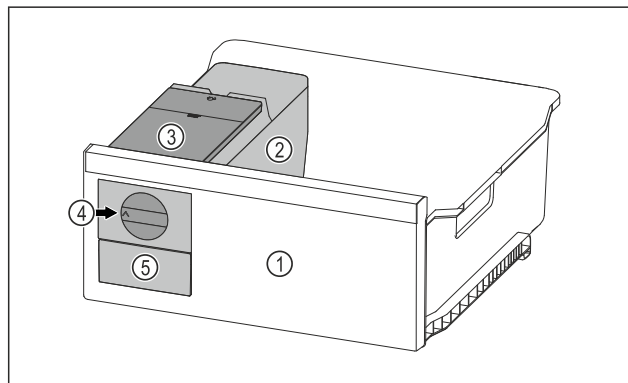

Fig. 124 Ілюстративне зображення
- Поворотну ручку Fig. 124 (4) повернути за годинниковою стрілкою до упору.
- Кубики льоду випадають із ванночки для кубиків льоду у висувний ящик для кубиків льоду Fig. 124 (5). Якщо не всі кубики льоду виймаються з ванночки для кубиків льоду: